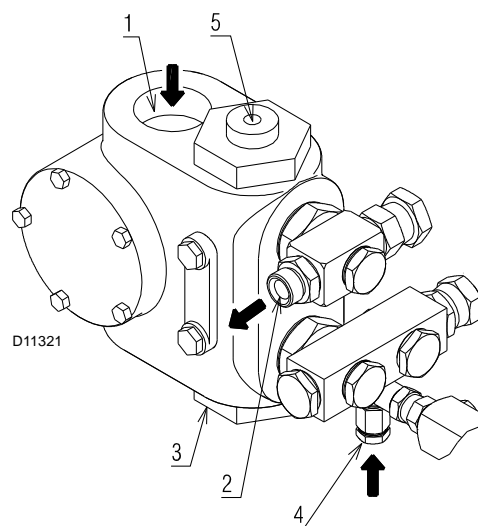

Fig. 22
- Affinché la pompa (Fig. 22) possa auto-innescarsi è indispensabile allentare la vite 4) per sfiatare l'aria contenuta nel tubo di aspirazione.
Se la pompa è stata svuotata, riempirla di combustibile dal tappo del vacuometro 3)(Fig. 22) prima di avviarla, altrimenti grippa.
Legenda (Fig. 22)